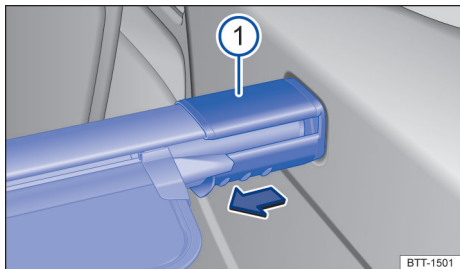

Fig. 178 No compartimento de bagagem: remover a cobertura do compartimento de bagagem.
- Pressionar o suporte da cobertura do compartimento de bagagem → Fig. 178 ① na direção da seta e mantê-lo pressionado.
- Soltar o suporte da cobertura do compartimento de bagagem → Fig. 178 ①.